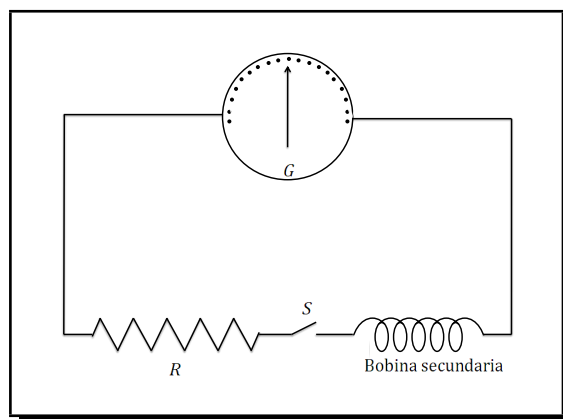

Figura 3.23: Generación de una fem inducida
- 1 Conectar los terminales de la bobina secundaria a los terminales del galvanómetro, como se muestra en la Figura 3.23.